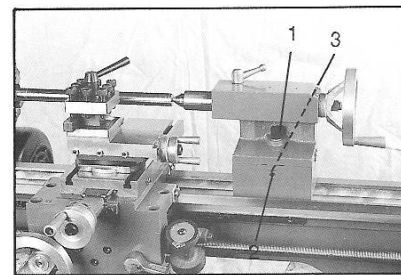

Fig 15
Pour déplacer la contre-poupée, desserrez la vis de blocage (1, Fig 15) Dévissez la vis située devant (2) et réglez avec la vis (3) située derrière. Serrez la vis de réglage et celle de blocage de la contre-poupée.